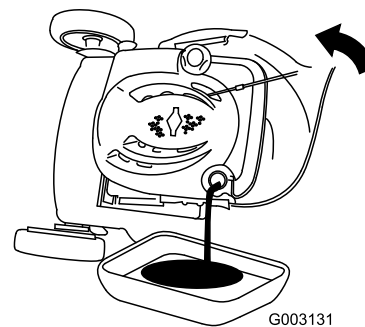

Figure 31
3. Inclinez la tondeuse sur le côté (filtre à air vers le haut) pour vidanger l'huile usagée par le goulot de remplissage (Figure 31).